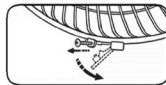
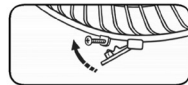
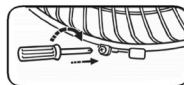

рис. 11
рис. 12
рис. 13
- Выкрутите крепёжный винт в нижней части решётки (рис. 11), установите фиксатор в правильное положение (рис. 12), закрутите крепёжный винт (рис. 13).
- Протечка элементов питания может стать причиной травм или повреждения пульта дистанционного управления (21), для предотвращения повреждения пульта (21), следуйте приведенным ниже инструкциям:
- вынимайте элементы питания, если пульт дистанционного управления (21) не будет использоваться в течение длительного времени;